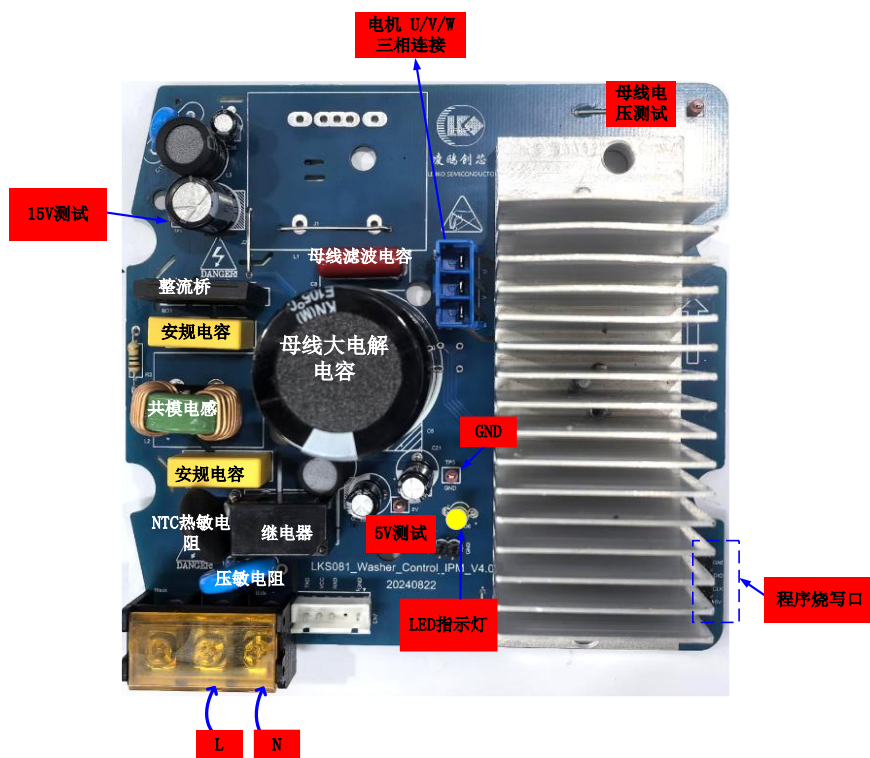

图 1.12 评估板硬件配置说明
4、如图 1.12 所示，接入 220VAC，电机 LED 指示灯点亮，MCU 开始工作，电机正常输出，通过上位机软件 LKS\_Scope 或示波器电流探头测到电机正常运行电流，评估板工作正常。LKS\_Scope 软件下载链接可见其他信息，使用方法可参考凌鸥学院培训视频学习。